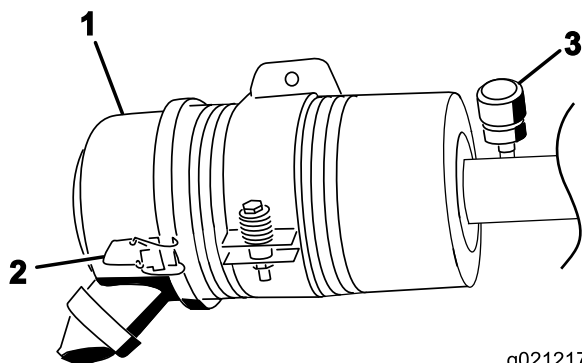

Figura 69
Effettuate la manutenzione del filtro dell'aria quando l'indicatore (Figura 69) lo richiede. Sostituendo il filtro dell'aria prima del necessario si aumenta il rischio che la morchia penetri nel motore quando si toglie il filtro.
1. Rilasciate i fermi che fissano il coperchio del filtro dell'aria al relativo corpo (Figura 69).